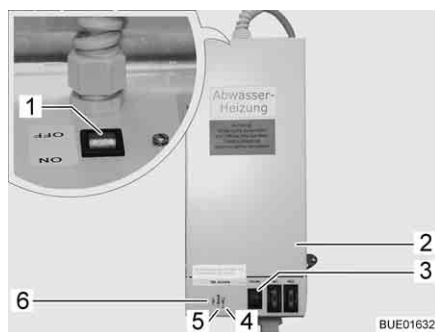

Fig. 244 Transformateur avec régulateur
Le transformateur 230 V AC/12 V DC (Fig. 244,2) est, suivant le modèle, monté dans la penderie ou dans la banquette de la dînette.
- Le voyant de contrôle (Fig. 244,5) s'allume en vert : Régulateur en marche.
- Les voyants de contrôle (Fig. 244, 4 et 6) s'allument en rouge : Les conduites des eaux usées sont chauffées.
Un bouton-poussoir de contrôle (Fig. 244,3) est intégré dans le boîtier, ce bouton permet d'enclencher brièvement le régulateur. En appuyant sur le bouton-poussoir de contrôle, vous pouvez tester le fonctionnement du chauffage, même si la température ambiante est supérieure à 5 °C.
- Placer l'interrupteur (Fig. 244,1) du transformateur (Fig. 244,2) sur "ON".
- Placer l'interrupteur (Fig. 244,1) du transformateur (Fig. 244,2) sur "OFF".